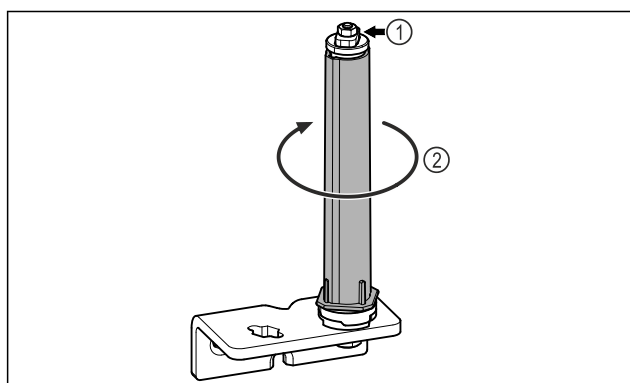

Fig. 28
- Ne razstavite sistema za zaklepanje vrat Fig. 28 (1).
- Obračajte zaporni sistem Fig. 28 (2), dokler ne klikne.